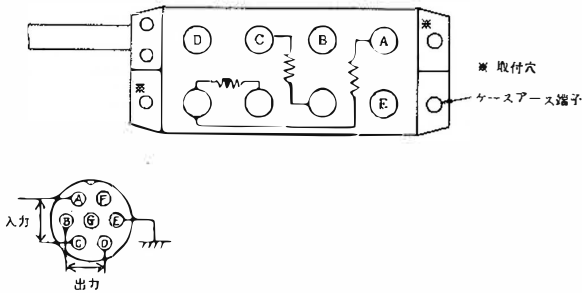

図14
- b 固定する場合には図14に示す取付穴を利用してビス止めします。
- a コネクタの結線は図14に示すようにピン番号A, Cがブリッジ電源の供給で、B, Dが動ひずみ測定器への入力となります。